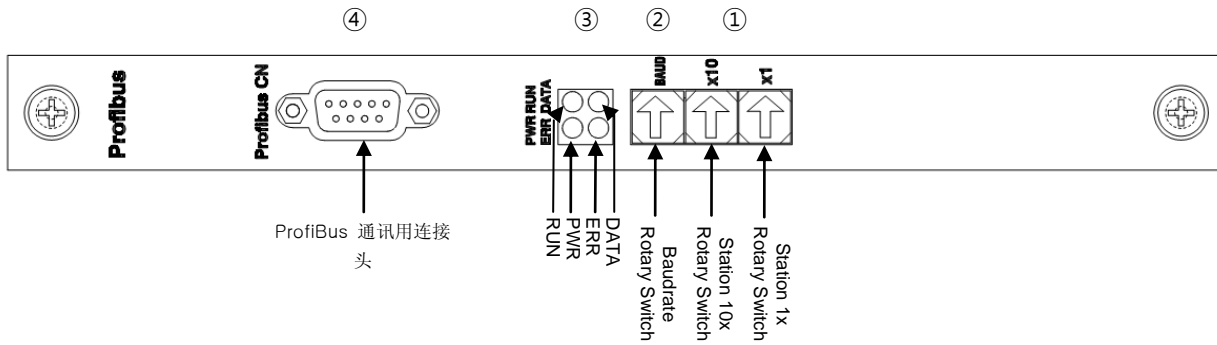

图 3.1 Profibus Option Card 模块图
Profibus Option Card的正面外形 如图 3.1.
如图 3.1 利用 ①号 Station 10x Rotary Switch和 Station 1x Rotary Switch为了与Profibus-DP Master通讯变更为Master设置的Station Number.
利用图 3.1的 ②号 Baud rate Rotary Switch设置与Profibus Master的通讯速度. Rotary Switch使用10进制,对应各数字的通讯速度如表3.3.
- 2) 利用图 3.1的①号Rotary Switch设置模式.
- 3) 利用图 3.1的 ②号Rotary Switch设置输入输出Data Size.